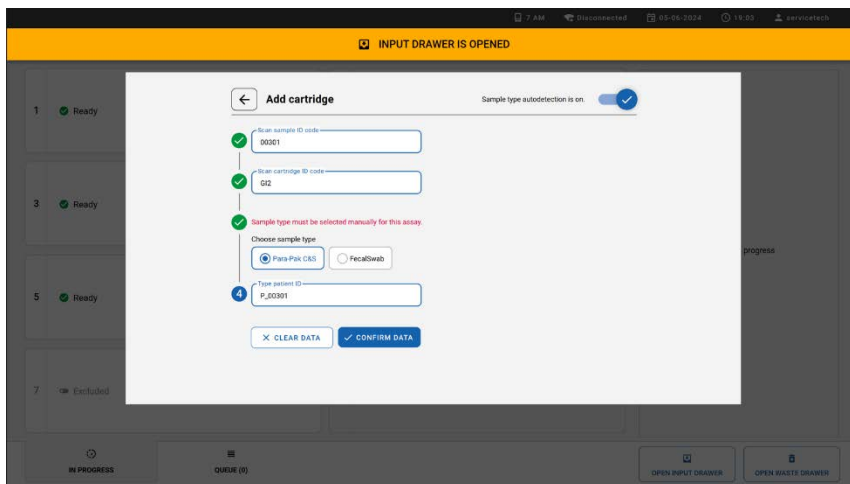

Abbildung 16. Bildschirm zum Auswählen des Probenotyps.
3. Wählen Sie den Probenotyp für Assays aus, bei denen die automatische Probenyperkennung nicht möglich ist, oder wenn die automatische Probenyperkennung abgewählt ist (Abbildung 16).